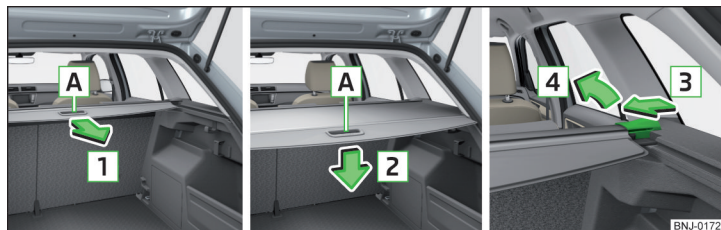

Fig. 110 Cappelliera avvolgibile: estrazione/avvolgimento/estrazione
- › Afferrare la cappelliera in corrispondenza della maniglia e tirare in direzione della freccia fino a completo arresto, finché non scatta in posizione » fig. 110.
- › Premere la cappelliera nell'area della maniglia nella direzione indicata dalla freccia » fig. 110. La cappelliera si avvolgerà automaticamente. La cappelliera così avvolta può essere rimossa.
- › Premere sul lato della barra trasversale in direzione della freccia ed estrarre la cappelliera in direzione della freccia » fig. 110.
- › Per il **montaggio** estrarre la cappelliera avvolgibile » fig. 110 a pag. 88 o ribaltare in avanti gli schienali dei sedili posteriori » pag. 72.